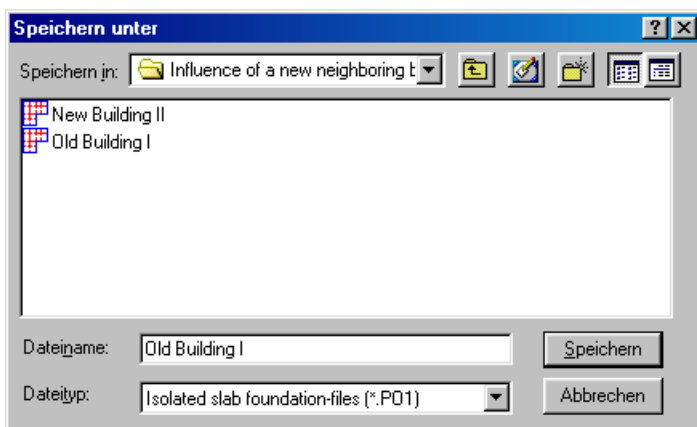

Bild 9-30 Dialogfeld "Speichern unter"
- Wählen Sie "Projekt speichern unter" aus dem "Datei"-Menü des *ELPLA-Daten*-Fensters. Das folgende Dialogfeld "Speichern unter" im Bild 9-30 erscheint